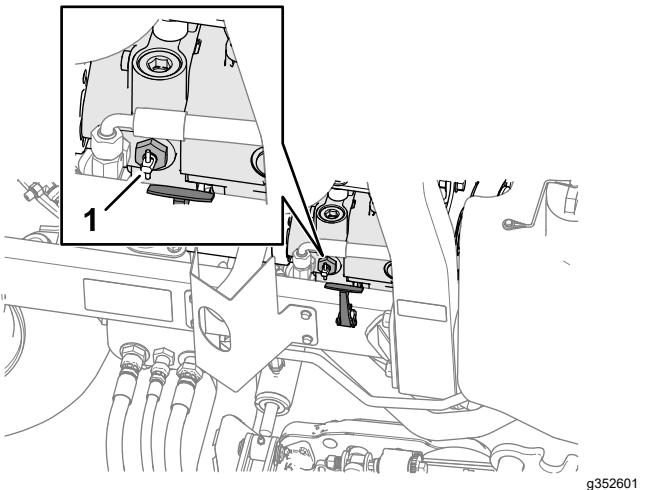

图 52
- 在右机罩门锁旁旋转泵 图 52 上的手柄旁通阀并将阀门旋转 90°。